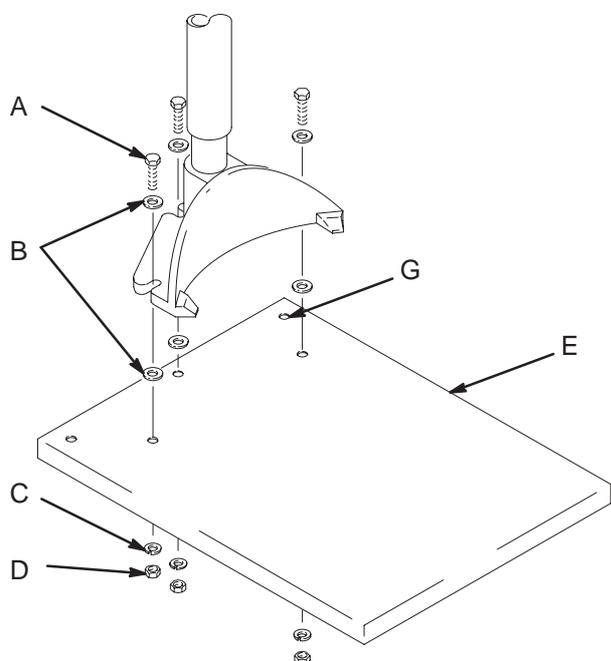

Fig. 1
## Installer l'élévateur sur l'embase (Voir la Fig. 1)
1. Enlever le collier (34) du support de l'élévateur (33).
2. Positionner la pompe et le plateau inducteur (8) au centre de l'embase (H) en prenant le tube de l'élévateur (F) comme axe médian.
3. Serrer les vis (19) pour fixer le collier (34) sur le support (33). Voir la vue éclatée page 6.
5. Boulonner l'appareil au sol en utilisant les trous de fixation (G) forés dans l'embase. Voir la Fig 1.